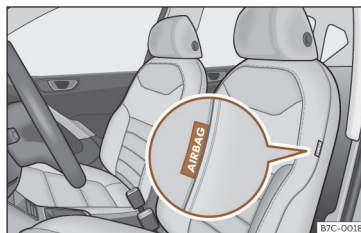
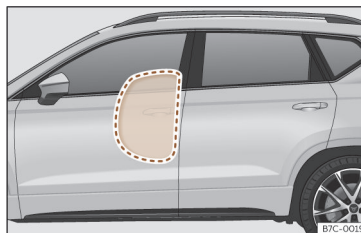

Fig. 26 Airbag latéral dans le siège du conducteur.
Fig. 27 Airbag latéral complètement gonflé du côté gauche du véhicule.
Les airbags latéraux se trouvent dans les dossiers des sièges avant >>> **fig. 26**, >>> **fig. 27**.
- Assurez-vous que les enfants voyagent correctement assis dans leur siège et ne placent pas leur tête dans la zone de déploiement des airbags latéraux >>> fig. 27, car ceux-ci pourraient les heurter et provoquer des blessures graves en cas de déclenchement.